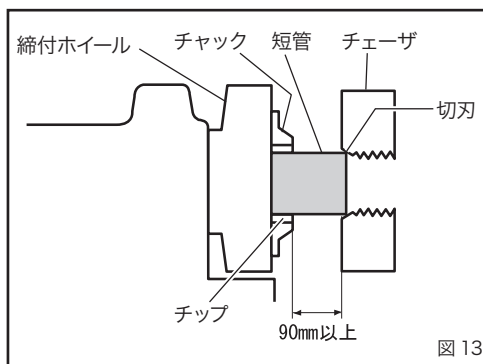

図 13
- ① 後部スクロールおよびチャックをパイプ径より大きく開き、パイプを後部スクロール側から差し込んでください。(短管の場合はチャック側から差し込みます。)
- ② 後部スクロールを締めてから、右手でパイプを支え左手で締付ホイールを回してチャックを軽く締め、パイプにチップをよく合わせてから強くパイプを締め付けます。(反動をつけて締付ホイールを回す)
- ③ パイプの取外しは、反動をつけて締付ホイールを逆方向に回せばチャックが緩みます。次にスクロールを緩めてパイプを取り外してください。
■ 短管ねじ切りのパイプのつかみ方 (図 13)